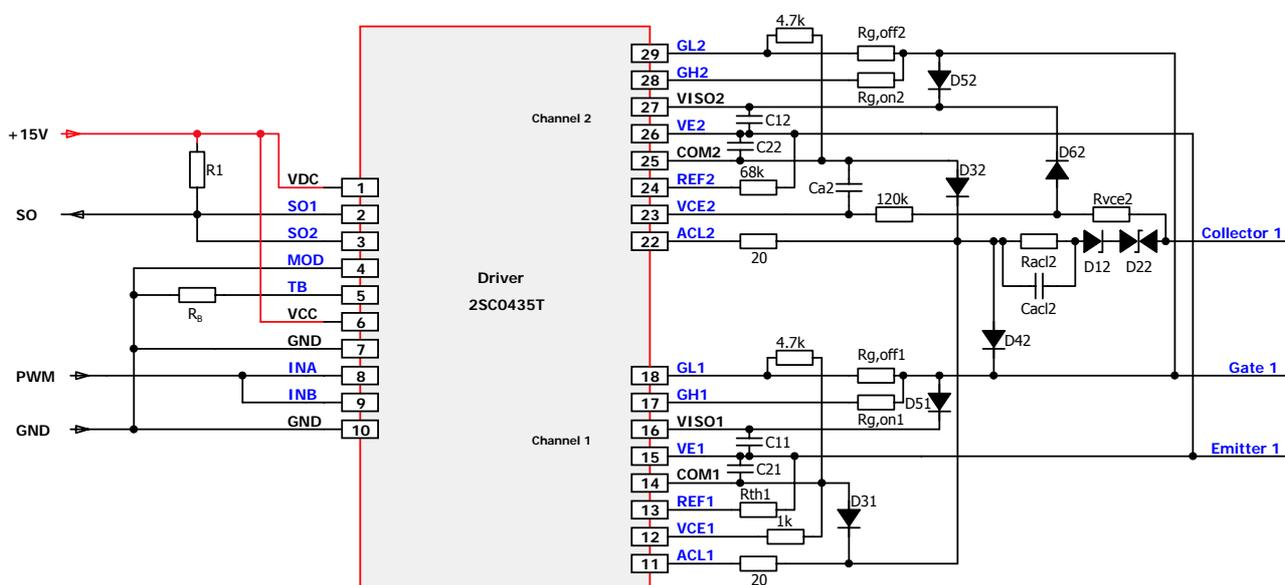

图 20 将双通道驱动器并联成单输出（2SC0435T示例）
建议按照下面的方式和图20中的电路，以将两个驱动器通道合并到一个逻辑通道（不包括2SC0108T）：
- 有源箝位在驱动器关断IGBT时控制推动级的关断MOSFET，因此，两个通道的高级有源箝位引脚ACLx都必须按照图20那样连接到20 Ω 电阻。